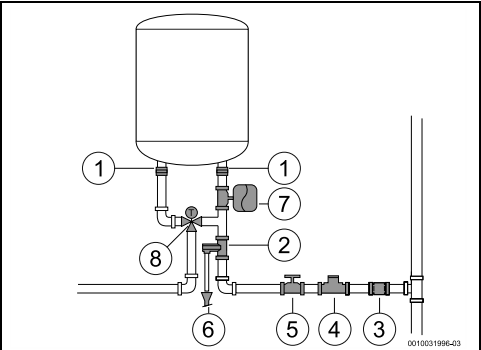

Fig. 14
- ▶ Se recomienda instalar una válvula termostática (Fig. 14, [8]) en el tubo de descarga del aparato si se utilizan tubos PEX. Ajustarla para cumplir con el rendimiento del material usado.
- ▶ No instalar nunca accesorios (diferentes a los que se muestran en la fig. 14) entre la válvula de seguridad y la entrada de agua fría (lado derecho) del aparato.
- ▶ Instalar un reductor de presión (fig. 14, [4]). La válvula de seguridad se activará siempre que la presión de agua dentro del aparato se sitúe por encima de 8 bar (± 1 bar), por lo que será necesario planificar una forma para vaciar esta agua.
- ▶ Instalar un vaso de expansión (fig. 14, [7]) para impedir que la válvula de seguridad se abra con tanta frecuencia. El volumen del vaso de expansión debería ser equivalente al 5 % del volumen del aparato.